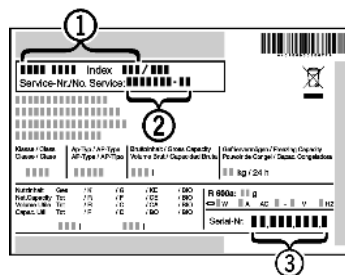

Fig. 22
- ▶ Gerätebezeichnung Fig. 22 (1), Service-Nr. Fig. 22 (2) und Serial-Nr. Fig. 22 (3) vom Typenschild ablesen. Das Typenschild befindet sich an der linken Geräteinnenseite.